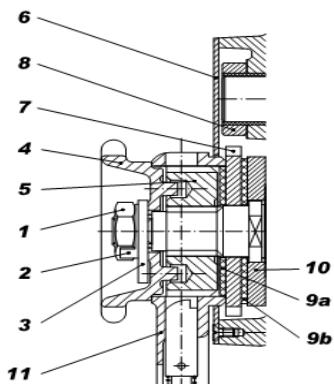

Рис. 8 Монтаж тормоза.
Ослабьте шайбы (2) и снимите гайку (1). Снимите шайбу (2) и упор (3), ручное колесо (4), колесо (5) и ручной рычаг (11). Снимите кожух (6) и тормозной вкладыш (9a), рогатку (7), и тормозной вкладыш (9b) и шайбу (10). Смонтируйте. (рис. 8)
Снимите гайку (1) снимите и поверните упор (3) чтобы между зубом (2A или 2B) был угол 50 градусов. В случае не возможности достичь требуемого, рис. 8. Регулировка тормоза снимите ручное колесо (4), затем поверните таким образом, чтобы между упором (3) и некоторым из зубов (2A или 2B) был требованный угол. Проведите испытание тормоза.
3. Проверьте тормозные колодки, собачку и рогатку, (детали 9а, 9в, 7 и 10 на рис. 8), очистите.